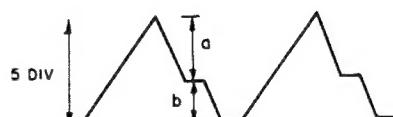

Fig. 14-7 Forme d'onde
- Si la forme d'onde est semblable à celle de la Fig. 14-7, faire varier le gain du oscilloscope jusqu'à ce qu'elle soit en dents de scie avec 5 divisions crête à crête puis, en se reportant à la Fig. 14-7, régler VR1 jusqu'à ce que a à b soit égal à 2,8 à 2,2 (veiller à ce qu'aucun bruit ne gêne le réglage).